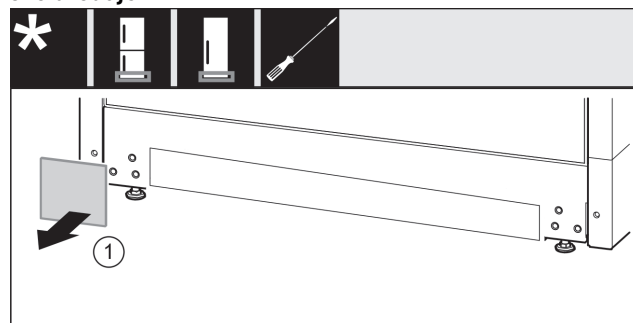

Fig. 31
- Skinite poklopac Fig. 31 (1).